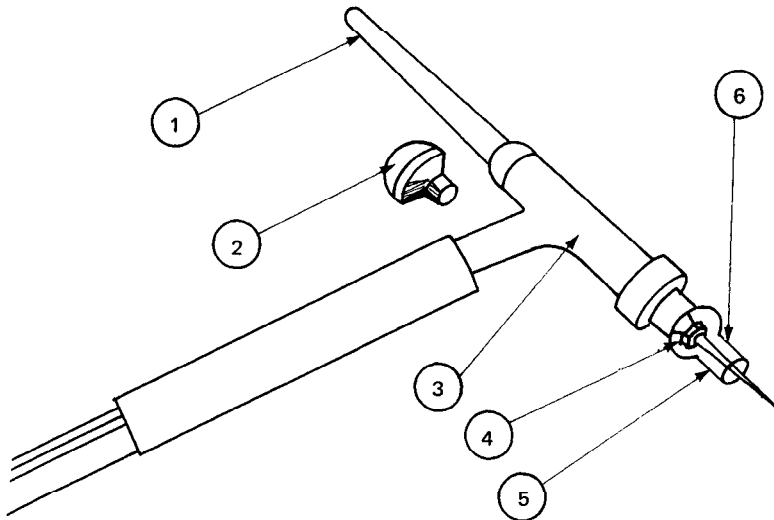

Figura 3.18 1. Tapa electrodo de 76,20mm (3''). 2. Tapa electrodo de 76,20mm (3''). 3. Pistola. 4. Boquilla de ajuste. 5. Tobera. 6. Electrodo de tungsteno.
5. Conjunto de manguera y pistola. La pistola está compuesta por boquilla de ajuste, electrodo de tungsteno, tobera y tapa (Figura 3.18).